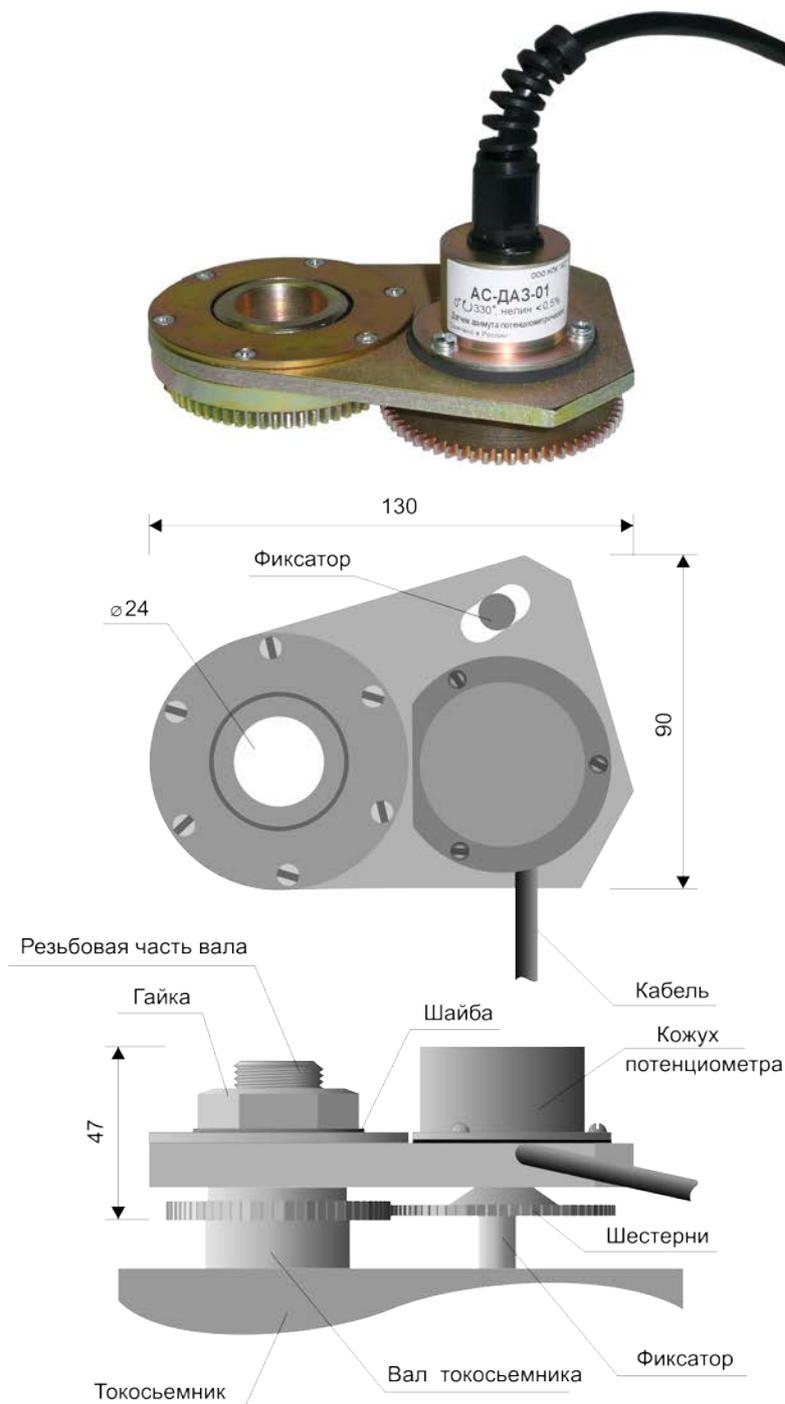

Рис. 8
6.8. Датчик азимута, Рис.8, представляет собой потенциометр, приводимый в действие вращением поворотной платформы крана и преобразующий угол поворота платформы в электрический сигнал. Сопряжен с осью вращения поворотной платформы.